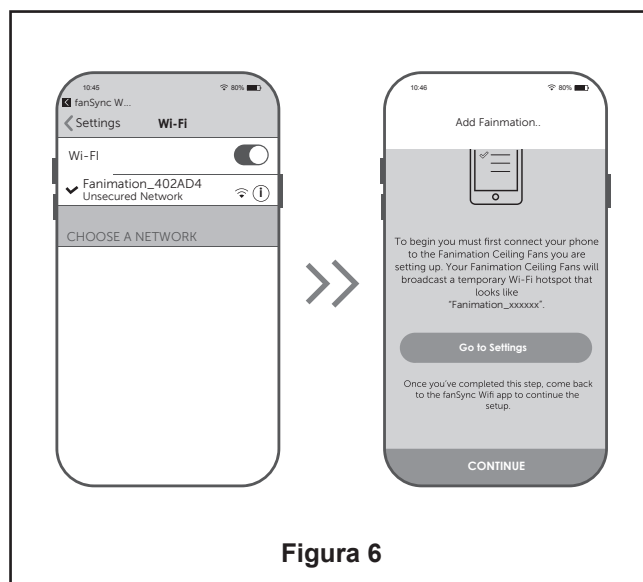

Figura 6
6. Asegure el unidad de carcasa de iluminación con vidrio en el ensamble de la placa de iluminación girándolo en el sentido de las agujas del reloj. Gire el unidad de carcasa de iluminación con vidrio gradualmente **hasta que encaje en la ensamble de la placa de iluminación.** Sin apretar demasiado. (Figura 6)
6. Vuelva a colocar la cubierta de la batería en el mando a distancia con un tornillo retirados previamente. (Figura 6)
6. En la configuración WiFi de su dispositivo inteligente, seleccione el dispositivo Fanimation_XXXXXX y vuelva a la aplicación fanSync WiFi y pulse “CONTINUAR”. (Figura 6)